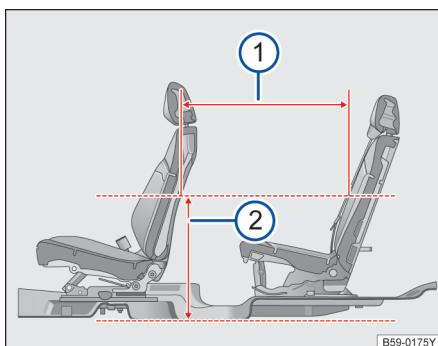

图 101 前排座椅和第二排座椅的座间距
500mm 处→图 101②，第一排及第二排座椅座间
距为 888mm→图 101①；在距离第二排座椅下方